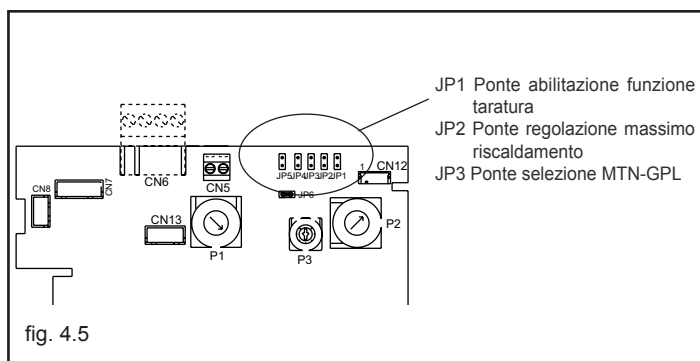

fig. 4.5
**⚠** La funzione "regolazione elettrica" viene attivata e disattivata esclusivamente dal jumper JP1 (fig. 4.5).
- inserire il jumper JP1 (fig. 4.5) per abilitare le manopole poste sul pannello di comando alle funzioni di regolazioni del minimo e del massimo riscaldamento.
- inserire il jumper JP2 (fig. 4.5)
- sulla scheda di controllo (fig. 4.5):